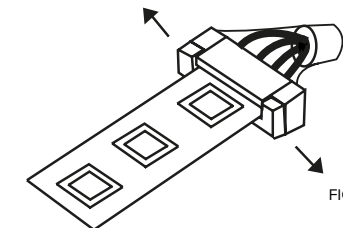

FIG 6.
6. Sluit de connector aan op de 24VDC led controller en schakel de spanning in om te controleren of de connector op de juiste manier is aangesloten. Controleer door lichte bewegingen of de connector stevig is verbonden met de ledstrip (zie fig 6). Als alles naar behoren functioneert kan de strip gemonteerd worden.